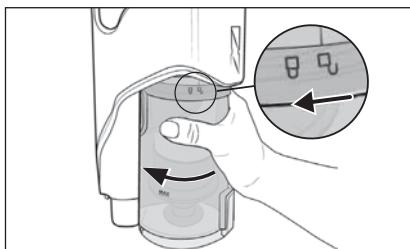

Fig. 17
- For at fjerne støvbeholderen ⑥ fra produktet skal du dreje den i retning af symbollet ☒ (åbn), indtil den kan løsnes fra produktet (se fig. 17).